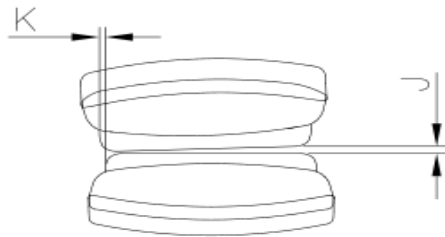

图2 上/下发热板摆嘴错位示意图
b) 在最高档恒温下，直发器上/下夹发热面板自然合拢，应平直贴合，上/下发热面板左右错位(K)应 $\leq 0.5\text{mm}$ ，上/下发热面板(J)应 $\leq 0.5\text{mm}$ ，如图2所示。